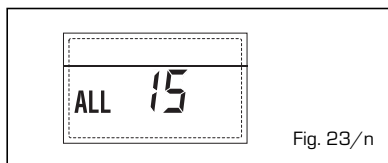

Fig. 23/n
- ANOMALIA Sonda ESTERNA "⬆️⬆️ LAMPEGGIANTE" (fig. 23/p)